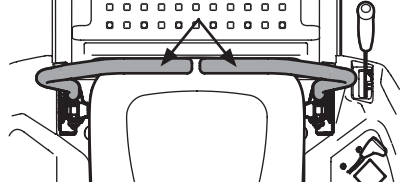

Figura 22
2. Mueva las palancas de control de transmisión de barras de seguridad del lado derecho y del lado izquierdo hacia adentro, en punto muerto, lo cual desactiva también el freno de mano. Consulte la Figura 22.